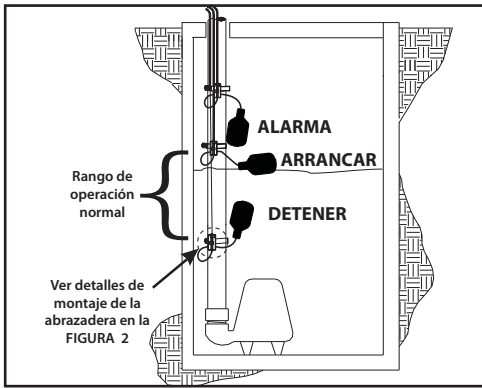

FIGURA 1
2. Determinar el nivel de operación normal, tal como se ilustra en la **Figura 1**.